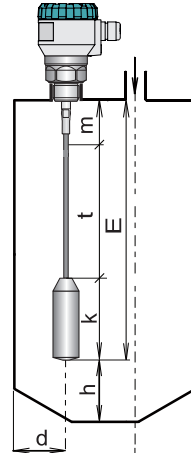

Abb. 16: Installation des Produkts mit Seilelektrode
- Bei der Installation des Produkts mit Seilelektrode in tiefe Behälter muss die Elektrodenlänge so gewählt werden, dass sich das **gesamte Gewicht** unter dem gemessenen Nennfüllstand befindet, siehe Abb. 16.
- Der Abstand der Elektrode zur Tankwand muss mindestens 300 mm betragen. Wählen Sie einen möglichst großen Abstand mittig zwischen der Wand und senkrechtem Einlass, siehe Abb. 16. Sicherstellen, dass die Seilelektrode die Tankwände aufgrund der Bewegung des Mediums nicht berühren kann.